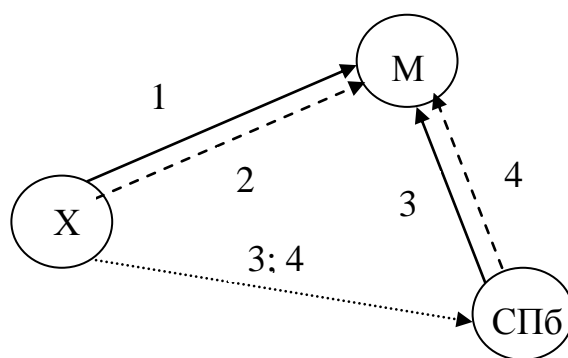

Рисунок 1 – Маршруты по направлению Хельсинки-Москва
**Выбор схемы доставки по критериям принятия решений.** Необходимо осуществить перевозку 20-футового контейнера из порта Хельсинки (Финляндия) до центрального склада в Москве (РФ). В табл.1 и на рис. 1 приведены возможные маршруты доставки, полученные по результатам исследования деятельности ряда крупных экспедиторских компаний Санкт-Петербурга.